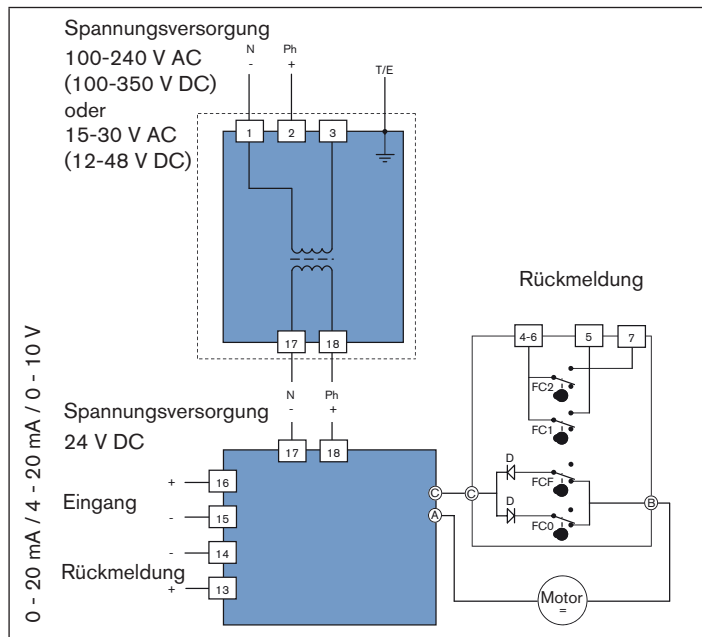

Bild 21: Elektrisches Schaltschema
- Kabel entsprechend dem elektrischen Schaltschema (siehe „Bild 21: Elektrisches Schaltschema“) an der Klemmleiste Pos. 14 der Spannungsversorgungskarte anschließen.